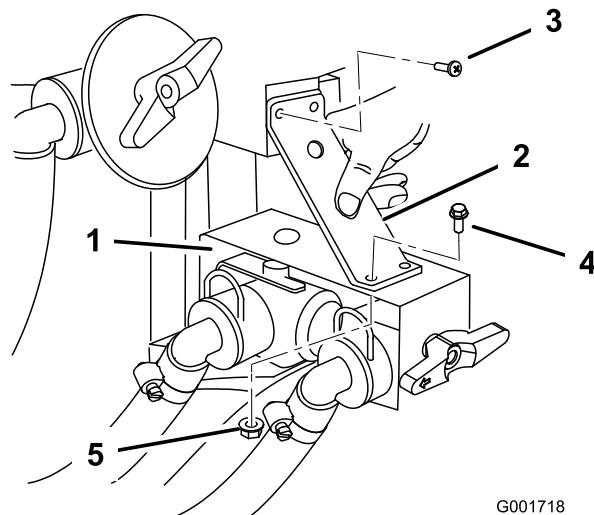

Figure 12
- 9. Posez le support par dessus le support du distributeur de commande. Utilisez les deux vis existantes qui fixent le raccord en T supérieur pour fixer la partie supérieure du support (Figure 12). Fixez la partie